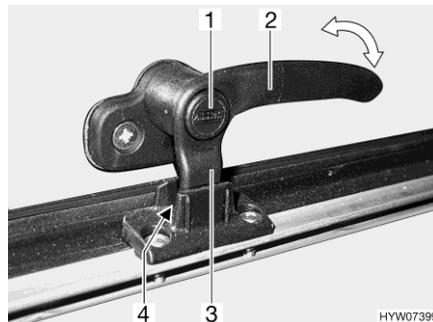
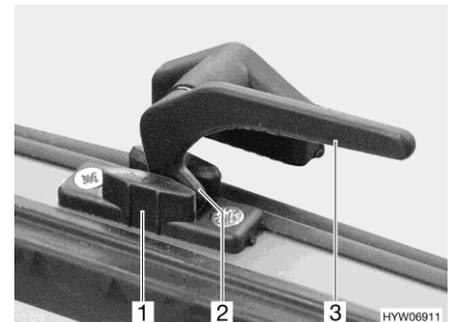

Fig. 91 Levier de verrouillage avec bouton de sécurité en position "Aération permanente"
Fig. 92 Levier de verrouillage en position "Aération permanente"
- En position "Aération permanente" (Fig. 91 et Fig. 92)
- S'il existe, appuyer sur le bouton de sécurité (Fig. 91,1) et le maintenir enfoncé.
- Tourner tous les leviers de verrouillage (Fig. 91,2 ou Fig. 92,3) d'un quart de tour vers le centre du lanterneau.
- Remettre tous les leviers de verrouillage en position initiale. Le tenon de verrouillage (Fig. 91,3 ou Fig. 92,2) doit pénétrer dans le logement du verrouillage du lanterneau (Fig. 91,4 ou Fig. 92,1).